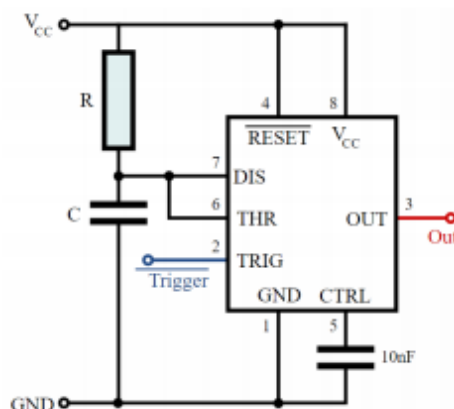

Рис.1.4. Схема моностабільного режиму 555 таймера
- Моностабільний режим (одновібратор) – в цьому режимі таймер виступає, як генератор «одиначних» імпульсів, тобто потрібно подавати сигнал низького рівня на другий вивід, тоді на 3-ому, ми отримаємо сигнал високого рівня. Рис. 1.4.